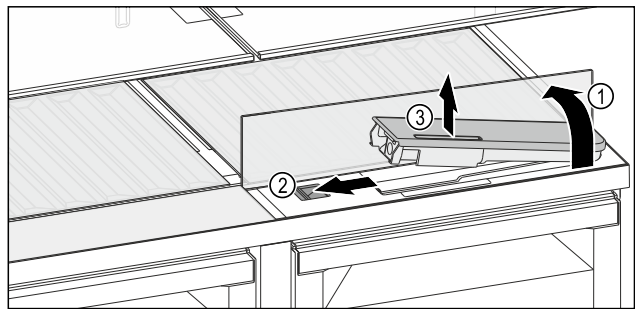

Fig. 140
- ▶ Glasplatte anheben und bis zum Anschlag nach hinten klappen *Fig. 140 (1)*.
- ▶ Schieber *Fig. 140 (2)* nach links schieben.
- ▶ Wassertank entnehmen *Fig. 140 (3)*.